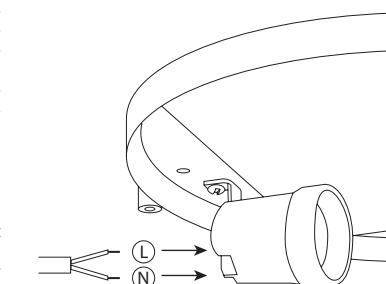

Рис. 2
7. Присоедините концы кабеля к патрону светильника в соответствии с маркировкой (Рис. 2).